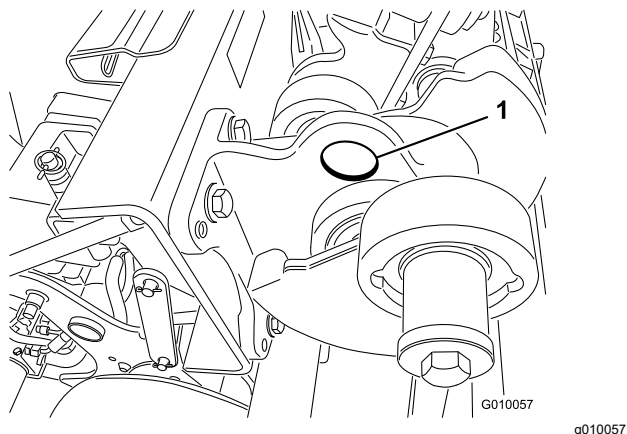

Figura 39
**Nota:** Si está disponible, utilice una grúa para elevar la parte trasera de la máquina. Utilice los ojales de los alojamientos de los cojinetes del cabezal de perforación como puntos de enganche de la grúa (Figura 39).